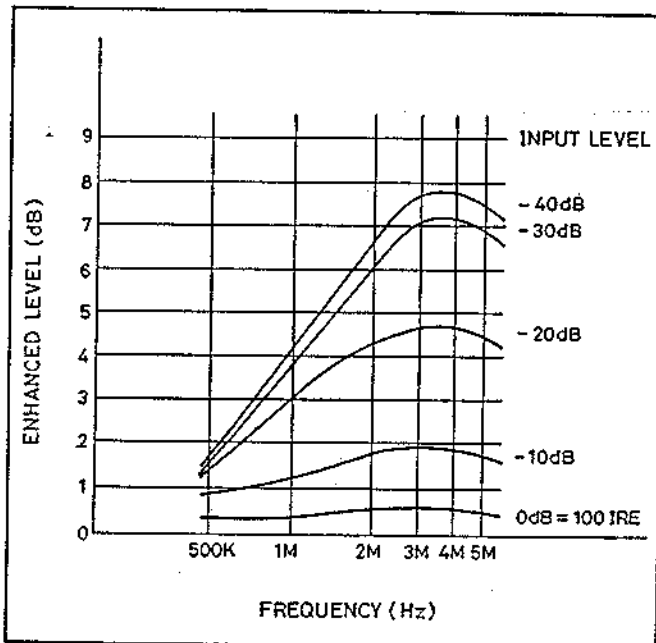

Abb. 5-9 Einzelheitenanreicherungs-Frequenzgang
(4) Einzelheitenanreicherungs-Schaltkreis (DETAIL ENHANCER, Abb. 5-9)